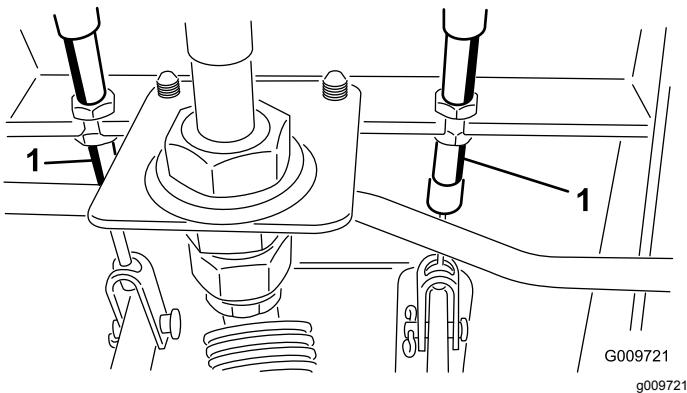

Figure 47
- A. Desserrez l'écrou avant sur l'extrémité filetée du câble de frein (Figure 47).